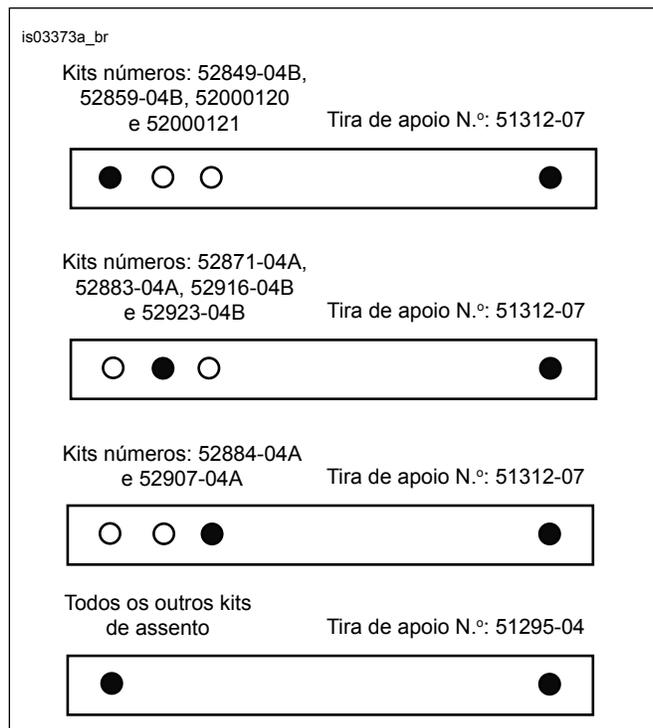
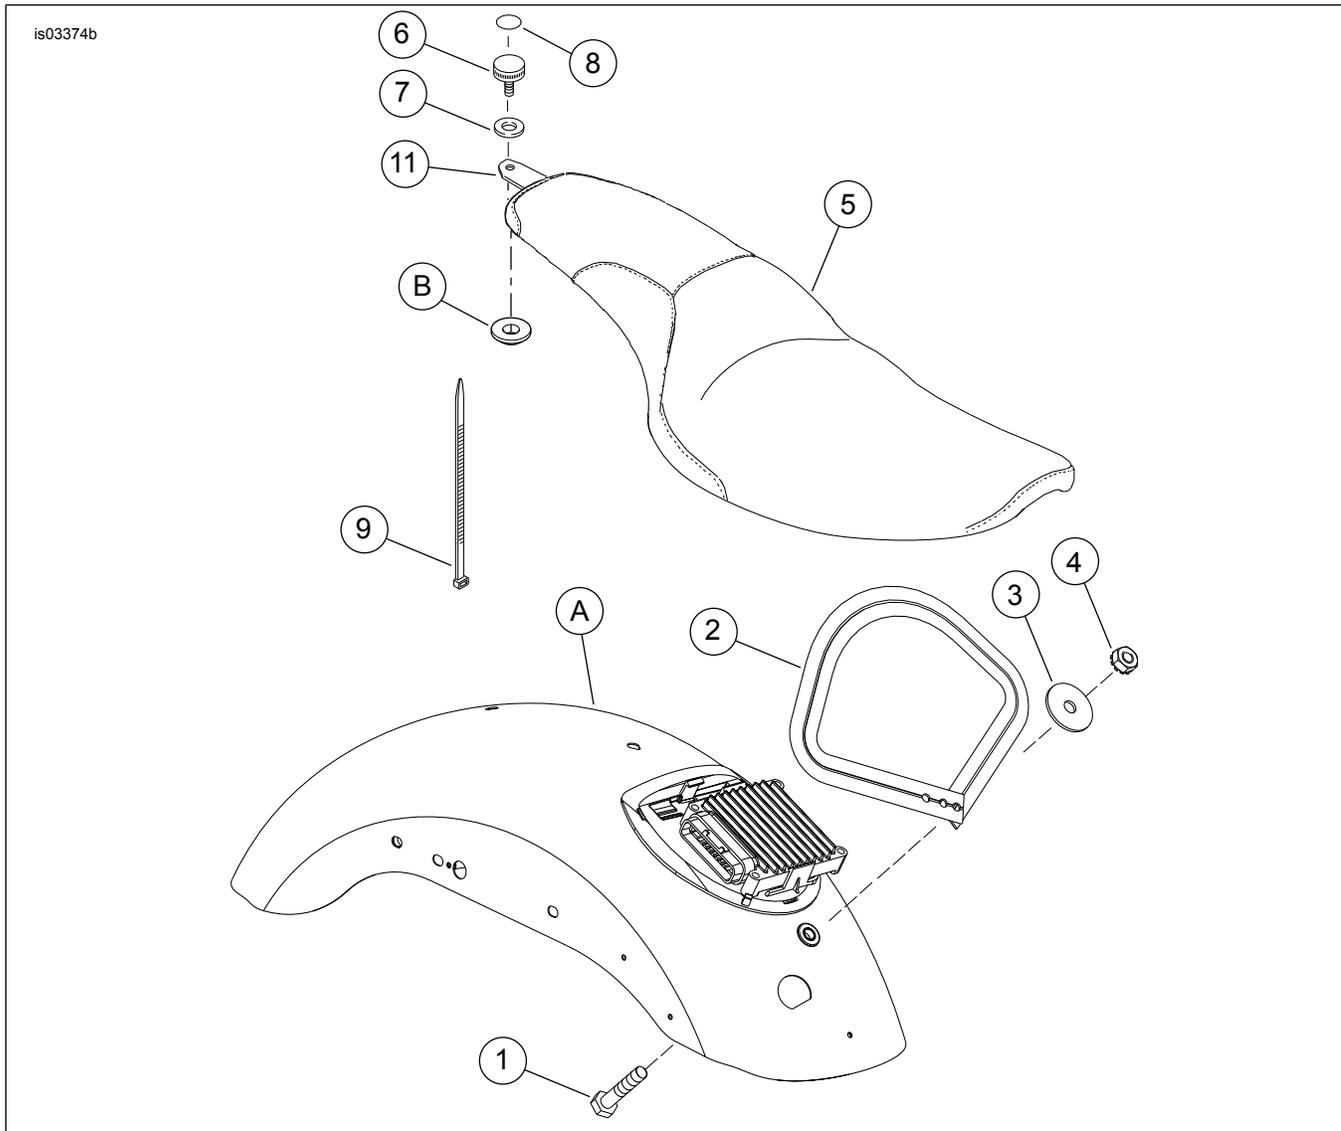

Figura 6. Instalação da tira de apoio
Figura 7. Peças de reposição: Kits de assento personalizado XL tipo piloto e garupa
Veja a Figura 7 e a Tabela 3 para uma lista das peças de reposição.
1. Veja Figura 7. Insira um parafuso (1) através do furo dianteiro, a partir do lado de dentro do para-lama.
3. Veja Figura 6. Monte a tira de apoio (Figura 7, Item 2) no parafuso usando os furos apropriados para o kit de assento sendo instalado.
4. Veja Figura 7. Instale a arruela (3) e a porca hexagonal (4) no parafuso (1). Regule o aperto para 4,1 a 6,8 N·m (36 a 60 lb·pol.).
1. Veja Figura 7. Deslize a parte traseira do assento (5) através da tira de apoio (2).